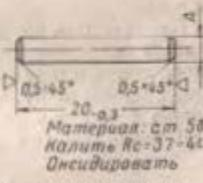

Рис. 34. Ось спускового рычага и спускового крючка
(II) Если подобрать оси невозможно, то изготовить оси по рис. 34 с размером А диаметром $3,1^{+0.05}_{-0.03}$ мм или $3,5^{+0.06}_{-0.03}$ мм, развернуть отверстие в спусковом крючке соответственно на диаметр